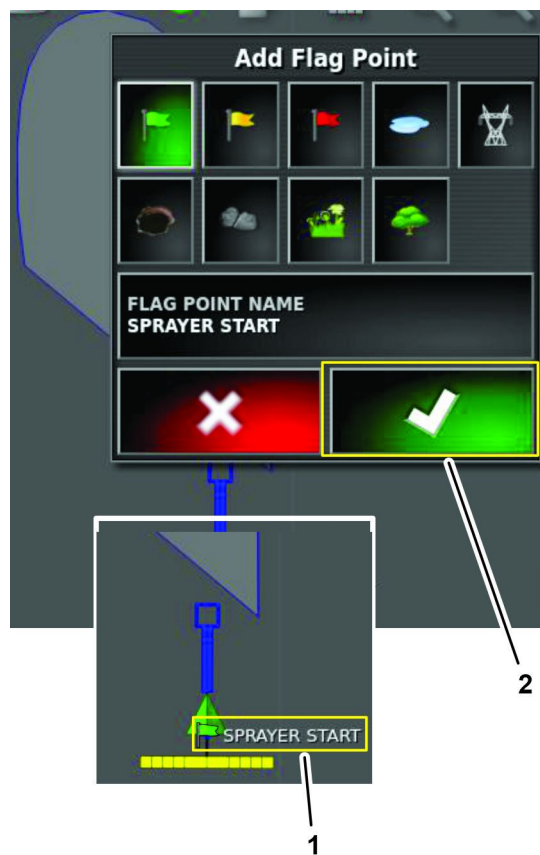

Figura 82
6. Na caixa de diálogo “adicionar ponto de sinalização”, pressione o ícone Confirmar (Figura 82).